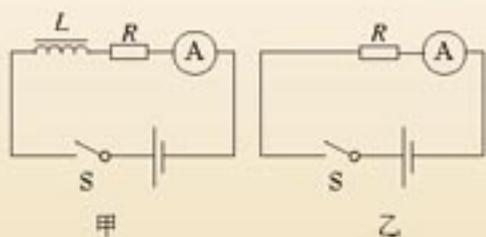

图 4.6-5 显示通电时线圈对电流影响的实验
1. 按图 4.6-5 甲连接电路，可以看到，开关闭合时电流是逐渐增大的。为了说明这一点，可以拆掉线圈（图 4.6-5 乙）再测一次，看看两次测得的电流—时间图象有什么不同。